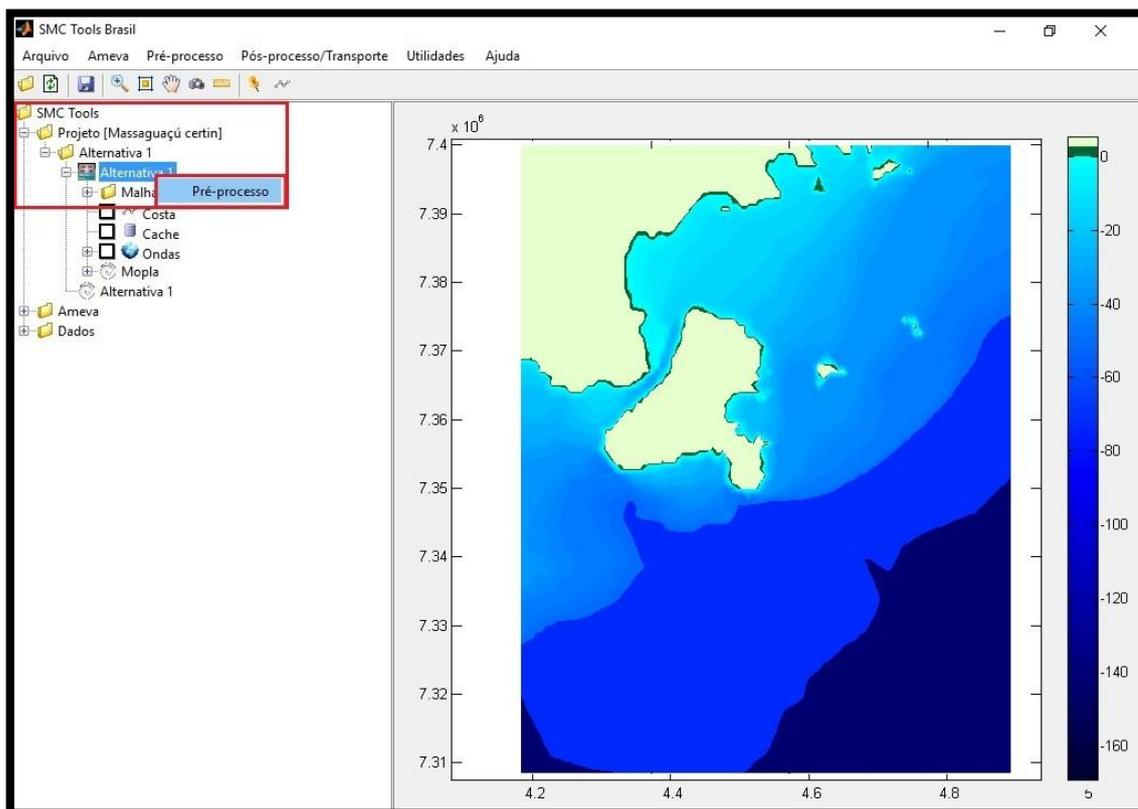

Figura 21 – Pré-processo: Carregar o projeto Massaguaçu no SMC Tools.
- 23) Para carregar a área de trabalho, nas pastas à esquerda, na janela principal do SMC Tools, clicar duas vezes em "SMC Tools", selecionar a pasta "Projeto [Massaguacu]" e abrir "Alternativa 1" na subpasta "Alternativa 1". Clicar com o botão direito do *mouse* e selecionar "Pré-processo" para carregar a área de trabalho do projeto junto com os dados de batimetria, costas, ondas e malhas criadas no SMC 3.0 (Figura 21);